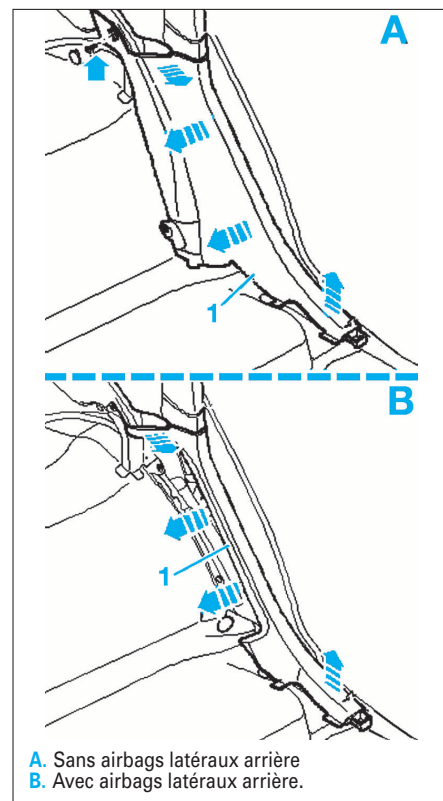

FIG. 86
- Déposer les garnitures des pieds arrière (1) de la manière suivante :
- dégrafer les garnitures inférieures des pieds arrière (1) (Fig.86).